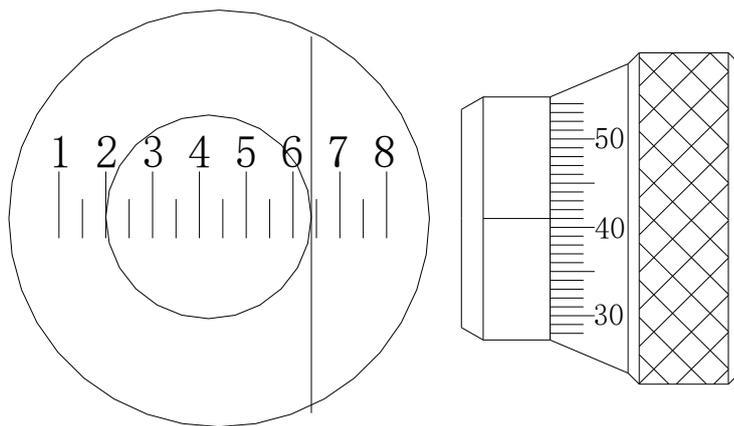

Рисунок 6
5.3.3 Выберите любую линию с фиксированным числом как исходную линию, по касательной к левой стороне отпечатка (на рисунке 6 установлено по касательной к линии под номером 2). Закрепите измерительный микроскоп; затем поверните измерительное колесо и переместить линию в окуляре, чтобы линия прошла по касательной к другой стороне отпечатка (рис.6).